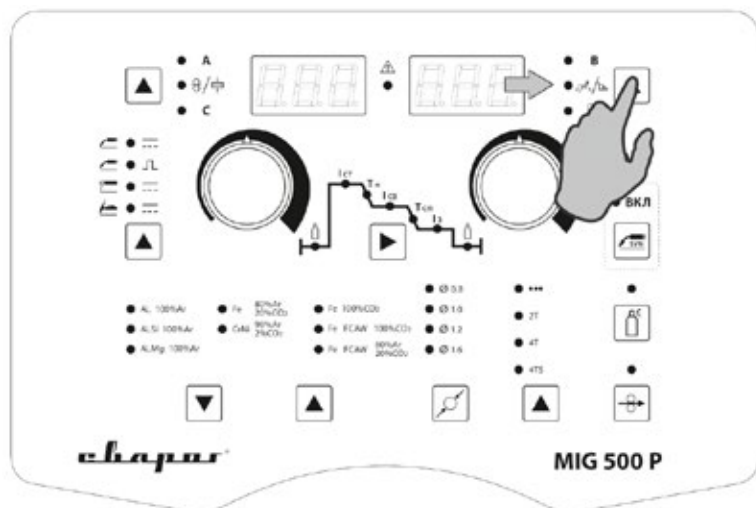

Рис. 10.1.4. Регулятор форсажа дуги.
4. Установите значение форсажа дуги (См. рис. 10.1.4).